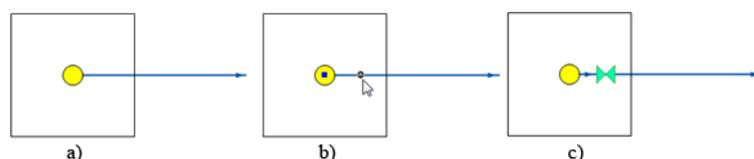

Рисунок 6.12. Вставка объекта на существующую сеть
2. Отметить точку вставки на участке, для этого подвести курсор к предполагаемой точке разбиения и нажать левую клавишу мыши. Место на отрезке отобразится кружком, в точке перелома- квадратиком (смотрите Рисунок 6.12, «Вставка объекта на существующую сеть»б);
4. Из списка объектов выбрать нужный и нажать левую клавишу мыши. Выбранный объект будет изображен на схеме. (смотрите Рисунок 6.12, «Вставка объекта на существующую сеть» с).